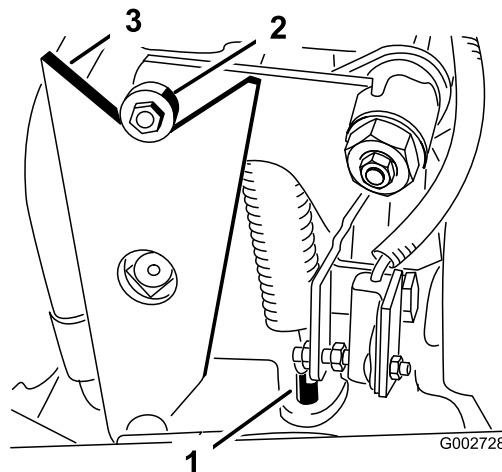

Bild 41
- Wenn sich die Räder in der richtigen Richtung bewegen, stellen Sie den Motor ab und stellen Sie die Sicherungsmutter des federeinstellenden Stifts ein (Bild 41). Stellen Sie das Getriebe für den Leerlauf ein, siehe „Einstellen der Leerlaufstellung für den Fahrtrieb“.